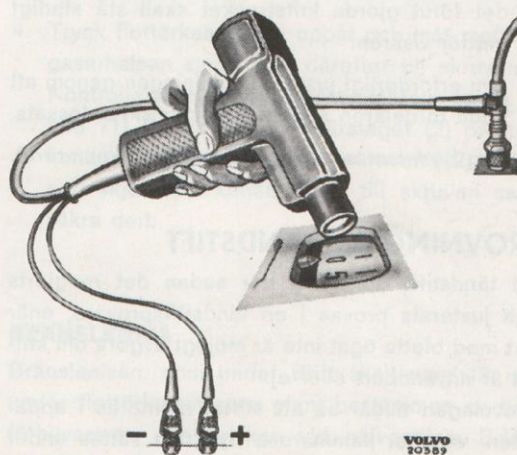

Bild 66. Kontroll av tändinställning.
3. Koppla lampan, bild 66, med högspänningskabeln till ettans tändstift och de andra kablar till batteriet.